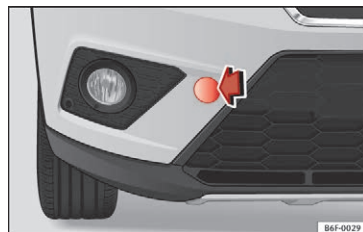

Fig. 105 Højre side af den forreste stødfanger: aftrækning af afdækning
- Tryk for at frigøre den på afdækningens højre del, så den bliver clipset ud »» **Fig. 105.**